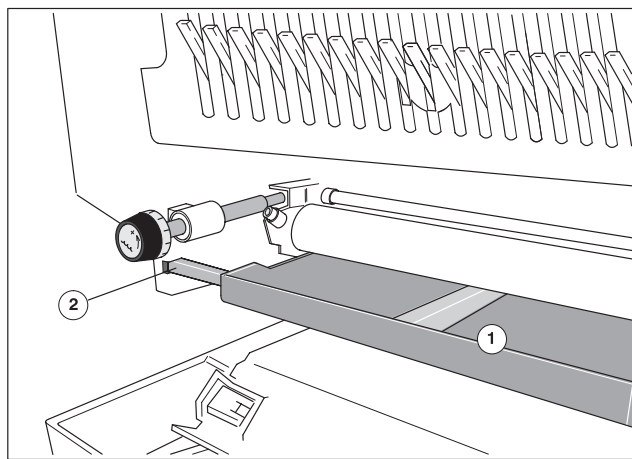

Рис. 8 Ванна для увлажняющего раствора - ПС 2
Перед смывкой аппарата увлажнения вынуть ванну для увлажняющего раствора (Рис. 8/❶) из машины.
- ❸ Вынуть ванну для увлажняющего раствора (Рис. 8/❶) из машины. При этом следить за тем, чтобы ванна не опрокинулась к машине, когда она будет сниматься с опорной штанги. Передний край ванны не должен касаться погружного валика.
- ❷ Установить ванну для увлажняющего раствора под увлажняющими валиками на опорную штангу и осторожно задвинуть ванну горизонтально, при этом боковые болты на ванне подвесить в направляющие на боковой стенке (Рис. 8/❷).